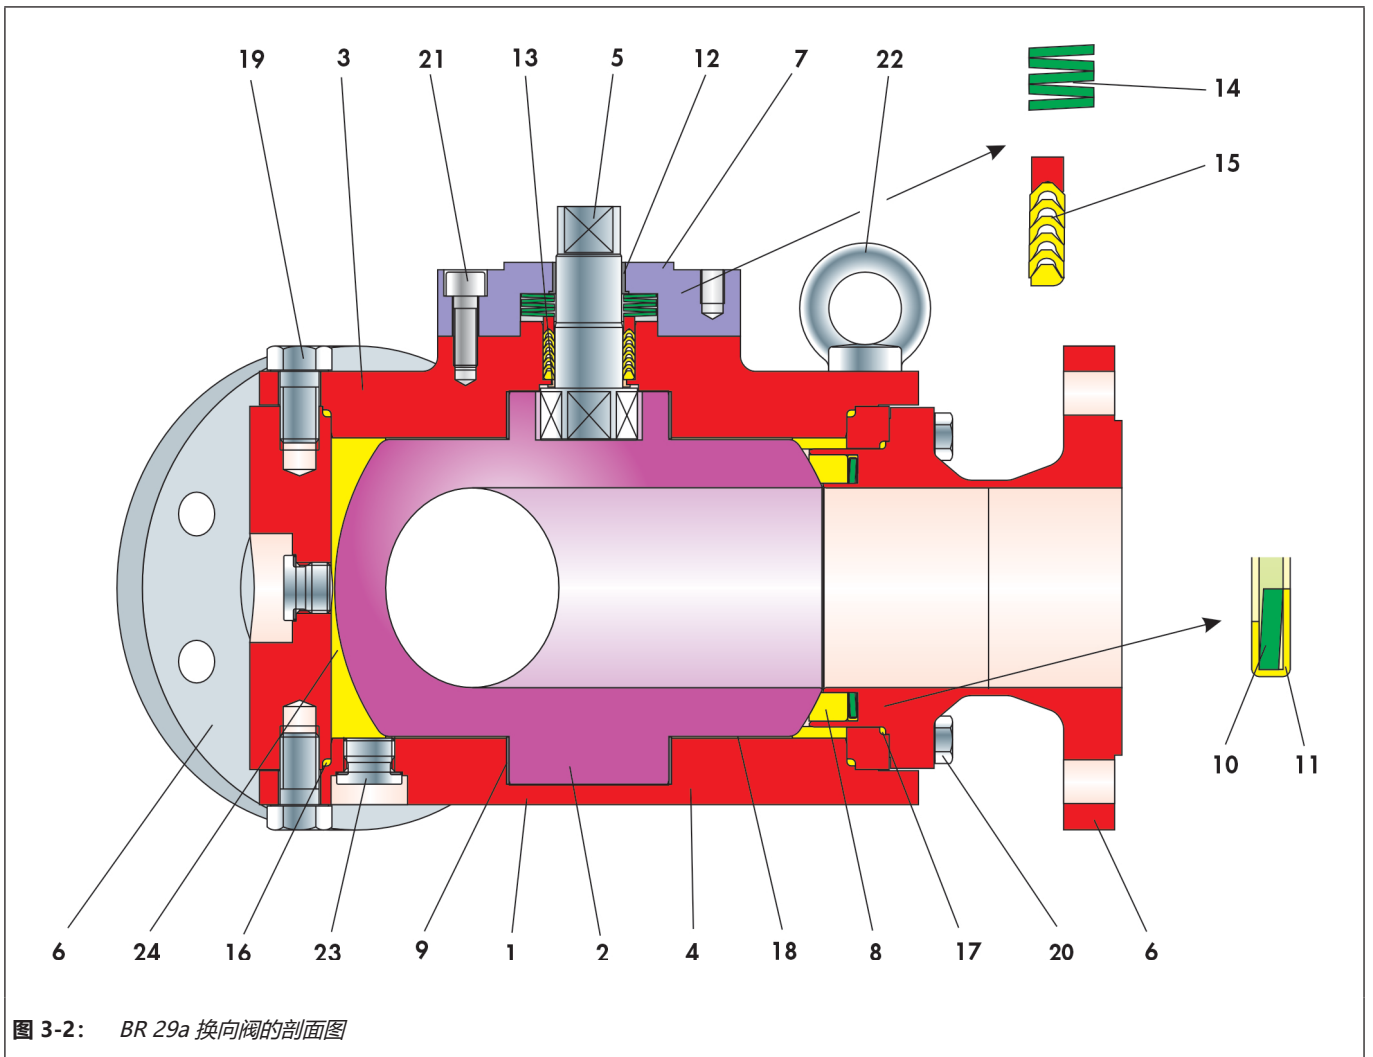

图 3-2: BR 29a 换向阀的剖面图
在组装期间必须遵守图 3-2 中所示各个部件的位置和排布。
- ⇒ 将内衬盘簧 (10) 插入侧阀体 (6), 请参见图 3-2。
- ⇒ 将座环 (8) 按压到盘簧 (10) 上。
- ⇒ 针对所有侧阀体 (6) 重复此组装步骤。
- ⇒ 将主阀体 (1) 放在平坦清洁的工作表面上, 以便易于从支脚侧触及换向阀的内部。
- ⇒ 将底部 O 形圈 (16) 放入主阀体 (1)。
- ⇒ 底座法兰 (4) 安装在主阀体 (1) 上, 与螺钉 (19) 对齐。请以交错方式匀力拧紧螺钉。
- ⇒ 不得损坏控制轴 (5) 的密封表面。
- ⇒ 在将带有控制轴 (5) 的轴承套 (13) 定位在主阀体中时确保其未倾斜。
- ⇒ 通过轻微旋转运动，按压 V 形环填料 (15) 经过控制轴 (5)，并将其放入阀盖法兰 (3) 的填料腔。有关 V 形环的配布，请参阅绘图 3-2。
- ⇒ 现在，盘簧组 (14) 已放在 V 形环填料上。有关盘簧的排放，请参阅绘图 3-2。
- ⇒ 将轴承套 (12) 压入填料箱法兰 (7)。
- ⇒ 在此之后，将填料箱法兰 (7) 穿过控制轴放到阀盖法兰 (3) 上。
- ⇒ 用已润滑螺钉 (21) 调整填料箱法兰，并以交错方式匀力拧紧螺钉。